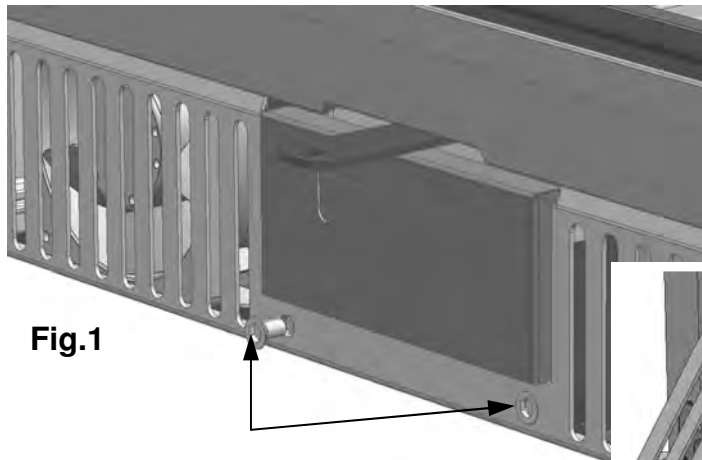
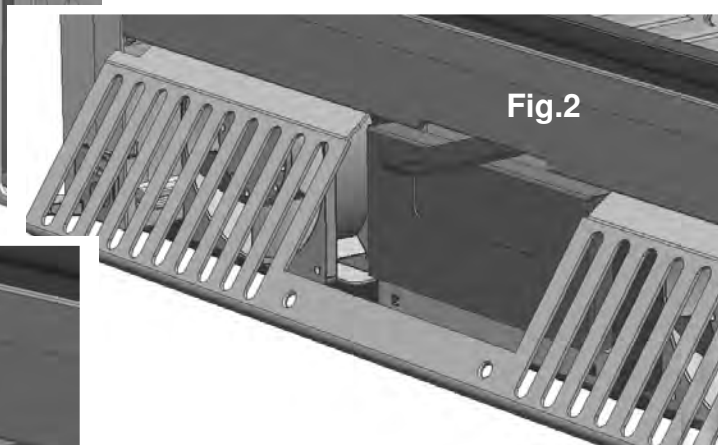

Fig.1
Fig.2
1. Soltar la rejilla frontal aflojando los dos tornillos de la parte inferior (Fig.1 y Fig.2).